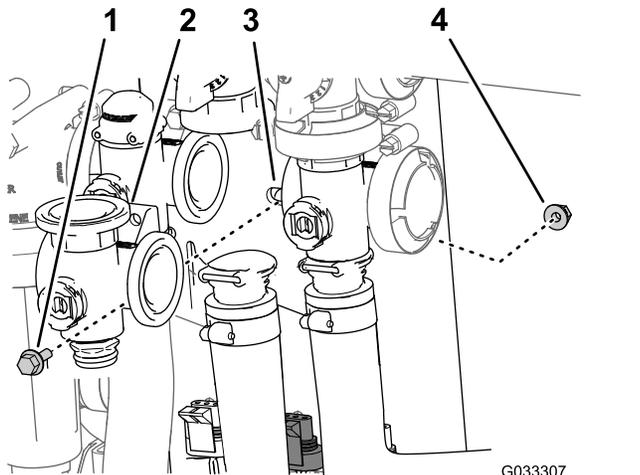

図 70
3. 攪拌バルブをバルブマウントに固定しているフランジヘッドボルトとフランジロックナットを外してバルブマニホルドを機体から取り外す 図 70。